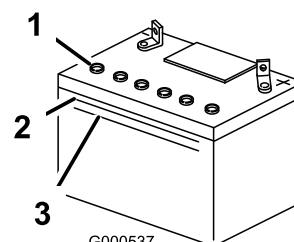

Figura 43
2. Guardate il fianco della batteria. L'elettrolito deve raggiungere la linea superiore (Figura 43). Non lasciate scendere l'elettrolito sotto la linea inferiore (Figura 43).
3. Togliete i tappi di spurgo dalla batteria (Figura 43).
raggiunge la linea superiore (Figura 43) sulla cassetta della batteria.
5. Attendete cinque o dieci minuti dopo avere riempito gli elementi della batteria. All'occorrenza, aggiungete dell'acqua distillata finché l'elettrolito non raggiunge la linea superiore (Figura 43) sulla cassetta della batteria.